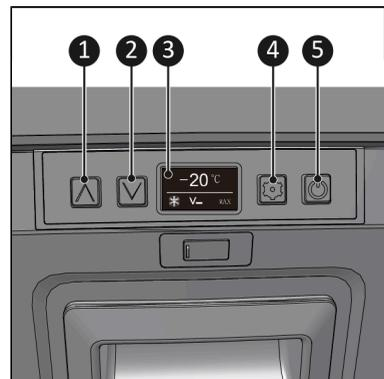

Abbildung 21.
1. Halten Sie den EIN-/AUS-Schalter (Abbildung 21, Pos. 5) für 5 Sekunden gedrückt.
1. Drücken Sie den Schalter „Temperatur erhöhen“ oder „Temperatur senken“ (Abbildung 21, Pos. 1 und 2), um die gewünschte Temperatur einzustellen.
1. Drücken Sie den Schalter Einstellungen (Abbildung 21, Pos. 4) bis °C oder °F blinkt.
1. Drücken Sie den Schalter Einstellungen (Abbildung 21, Pos. 4) bis V_- , $V=$ oder $V\equiv$ blinkt.
1. Drücken Sie den Schalter Einstellungen (Abbildung 21, Pos. 4) bis MAX oder ECO blinkt.
1. Schalten Sie das Gerät aus, indem Sie den EIN-/AUS-Schalter (Abbildung 21, Pos. 5) für 5 Sekunden gedrückt halten.